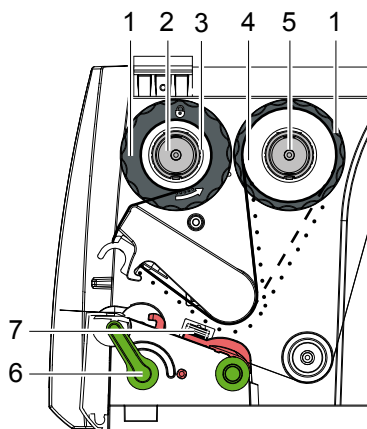

Figura 12 Percorso del nastro transfer
5. Adattare la posizione sull'avvolgitoro del regolatore dei bordi alla larghezza dell'anima (3), e fare scivolare quest'ultima sull'avvolgitoro (2).
6. Condurre il nastro transfer attraverso la meccanica di stampa come rappresentato nella figura 12.
► **Condurre il nastro transfer attraverso il sensore etichette (7).**
7. Incollare il pezzo iniziale del nastro sull'anima (3) utilizzando del nastro adesivo. Assicurarsi che la direzione di rotazione dell'avvolgitore sia quella oraria.
8. Ruotare l'avvolgitore (2) in senso antiorario, per calandrare il nastro transfer.
9. Spingere verso il basso l'angolo di addendum e ruotare la leva (6) in senso orario, per bloccare la testina di stampa.